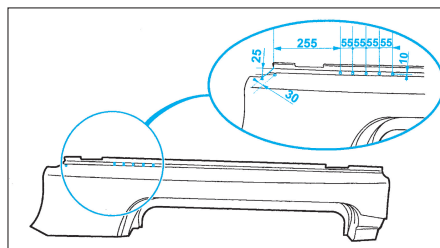

FIG. 89
• Percer suivant figure des trous Ø 8 mm pour soudage ultérieur par points bouchons (Fig.89).